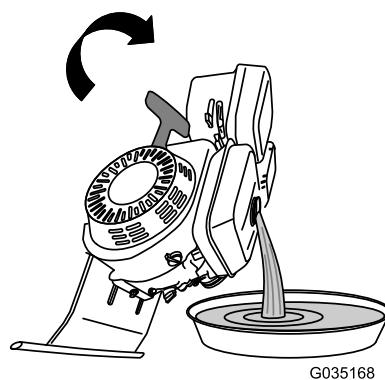

Figure 52
4. Pivotez le moteur sur le côté charnière du plancher moteur et vidangez le réservoir de carburant (Figure 52).